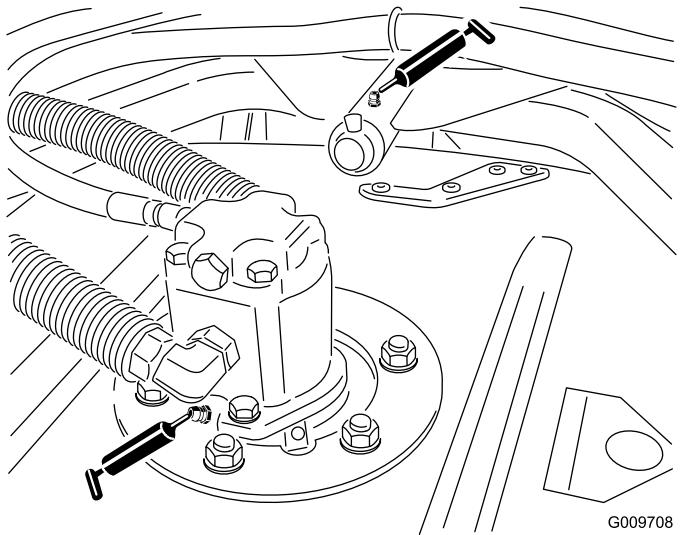

図36
- 図36に示す、刈り込みデッキのスピンドルシャフトのベアリングデッキ1台に2ヶ所
- 図36に示す、刈り込みデッキのキャリアアームのブッシュデッキ1台に1ヶ所